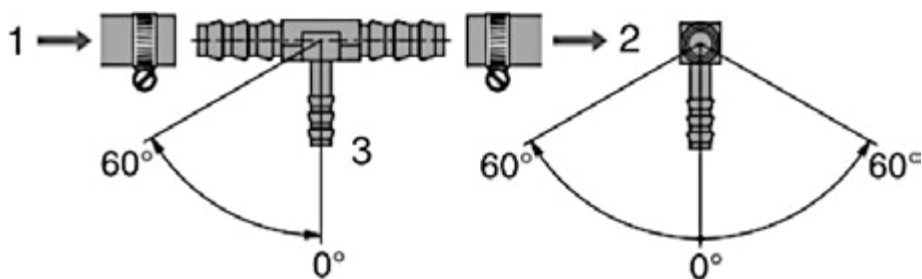

Fig. 36
- ☐ Débranchez la conduite de carburant du véhicule et insérez les deux ouvertures les plus épaisses de la jonction en T dans les deux extrémités créées Fig. 36 (1) (2) de la conduite de carburant.
- ☐ Branchez ensuite la conduite de carburant de l'appareil de chauffage à l'aide d'un manchon en caoutchouc sur la sortie mince Fig. 36 (3) qui n'est pas encore utilisé de la jonction en T.